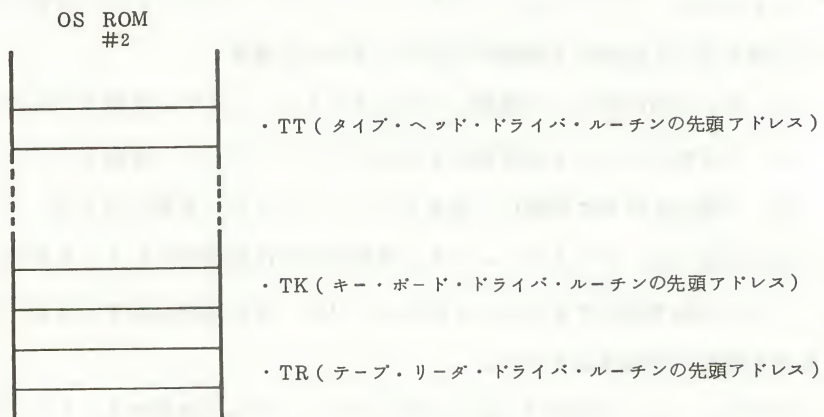

図4.6 ①の方法
- ① モニタ内に前もって用意してあるドライバ・ルーチンを割り当てる。
- ② ROM#3、#4に用意してあるドライバ・ルーチンを割り当てる。
- ③ 一般のROMに用意してあるドライバ・ルーチンを割り当てる。
①、②の方法では、ドライバ・ルーチンの割り当ては自動的に行うことができるが、③の方法では、メモリ内容を変更するコマンドにより、OS RAMのDRIVER ADDRESS TABLEを書き換えなければならない。
①の方法では、モニタ内のI/Oのドライバ・ルーチンを使用する。これらのドライバ・ルーチンとして、TTY（RS232C相当の装置）のキー・ボード、タイプ・ヘッド、テープ・リーダーの各ドライバ・ルーチンが用意されており、各々のルーチンの先頭アドレスは、・TK、・TT、・TRと定義されている。通常、CIには・TKを、CO、OO、SOには・TTを、またCI、SIには・TRを割り当てている。①の方法が選ばれるとモニタによりDRIVER ADDRESS TABLEには自動的に・TK、・TT、・TTがコピーされる。図4.6に①の方法を示す。
②の方法はTTY（またはRS232C相当の装置）以外のI/O装置をチャンネルとする場合に用い、チャンネルへのドライバ・ルーチンのアドレス割り当ては自動的に行うことができ